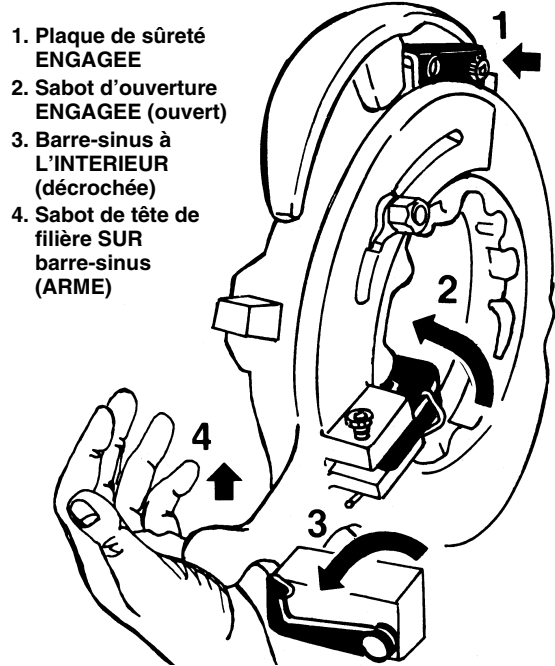

Figure 11 – Réglage des têtes de filière à ouverture automatique No 714 et N° 914 pour les filetages NPT ou BSPT
3. Engagez la plaque de sûreté. (Figures 11 & 14)
4. Engagez le sabot d'ouverture. (Figure 11)
5. La barre-sinus doit être à L'INTERIEUR (décrochée). (Figures 11 & 14)
6. Avec la tête de filière BAISSÉE, poussez la poignée de la plaque de verrouillage de la came vers le HAUT (Figure 11, n° 4) jusqu'à ce que le sabot d'ouverture s'engage dans le corps de la tête de filière.